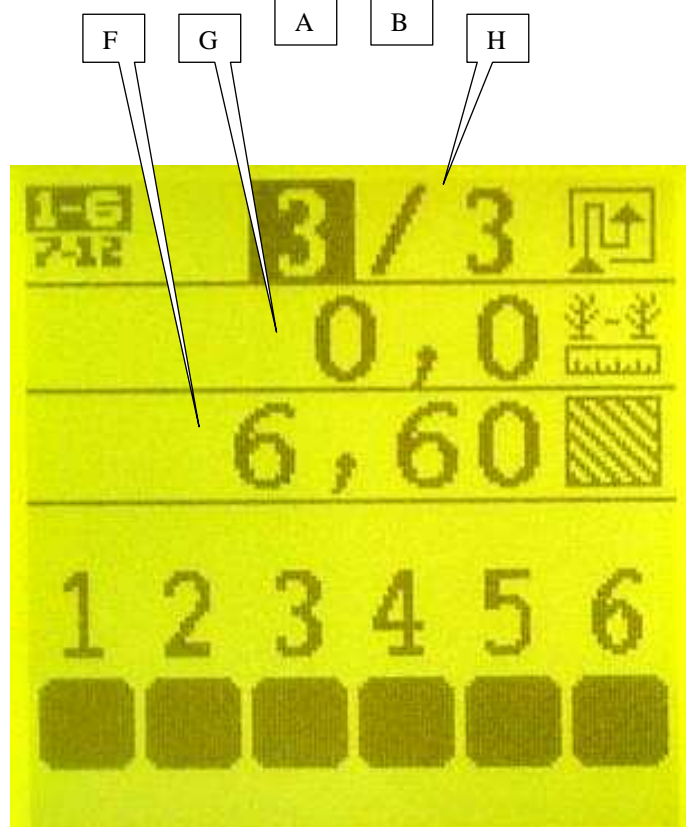

Fig. 2
Appuyer sur les touches  ou  pour faire défiler les lignes et ainsi visualiser les lignes cachées (Fig. 2).
- F : compteur de surface total (Fig. 2)
- G : distance moyenne entre graines (Fig. 2)
- H : jalonage (Fig. 2)
Press the  or  keys to scroll through the lines and so view the hidden lines (Fig. 2).
- F: total surface area meter (Fig. 2)
- G: average distance between grains (Fig. 2)
- H: marking (Fig. 2)
Auf die Taste  oder  drücken, um in den Zeilen zu blättern und die verdeckten Zeilen anzuzeigen (Abb. 2).